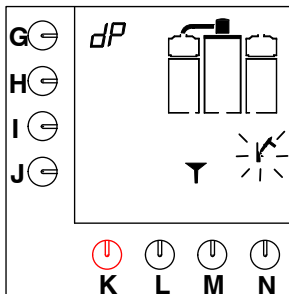

Fig. 16 Bryggarsystemet ber om avkalkningsvätska
- En signal hörs, hammarsymbolen blinkar och en trätt visas på displayen (fig. 16).